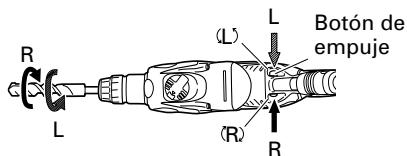

Fig. 6
**9. Confirmar la dirección de rotación de la broca (Fig. 6)**